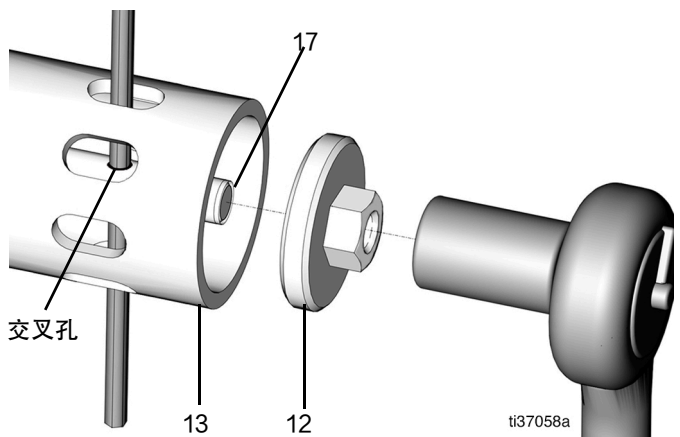

图 64
22. 向下推动泵杆 (27) 以向下移动铲杆 (17) 以进入十字孔 (图 64)。
23. 将内六角扳手或类似工具穿过铲管 (13) 的插槽, 并插入裸露的十字孔中, 以保持铲杆 (17) 稳定 (图 64)。
24. 用 10 毫米套筒扳手拧紧铲式活塞 (12) (直至力矩达到 3-4 英尺-磅/4.1-5.4 牛·米) (图 64)。